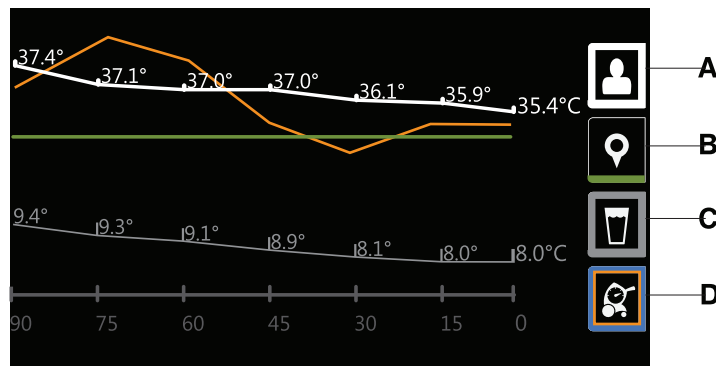

Figure 2-18 : Affichage graphique
- Résultat de température primaire du patient transmis par la sonde raccordée (A) (Figure 2-18 à la page 2-35)
- Température cible intermédiaire (B)
- Température de l'eau (C)
- Niveau d'alimentation (D)